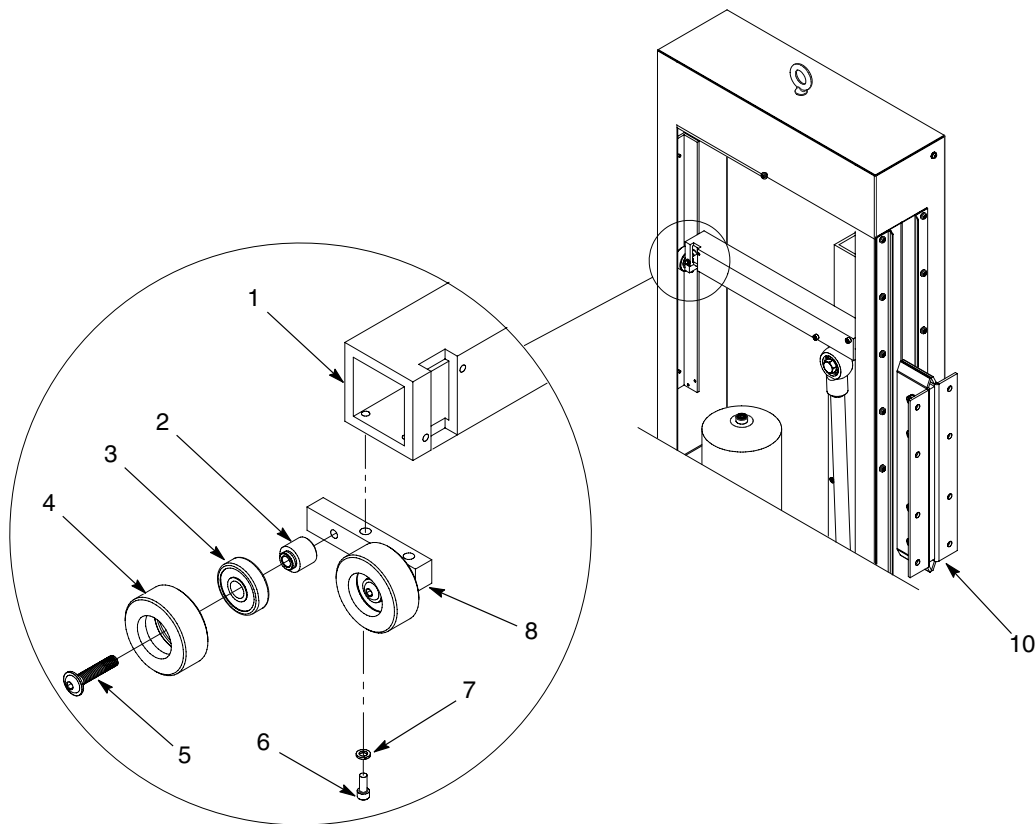

Figura 12 Ansamblul obișnuit al rozelor (este prezentată configurația VFD)
2. A se vedea Figura 12. Verificați dacă respectivul cărucior al pistolului (10) se află în poziția cursei în jos.
3. Demontați șuruburile (6) și șaibele de blocare (7) care fixează blocul rozelor (8) la bara stabilizatoare (1).
4. Demontați șurubul flanșei butonului (5) care fixează roata (4), lagărul (3) și puntea (2) la blocul rozelor (8). Eliminați doar roata și lagărul.
5. Montați noua roată (4), noul lagăr (3) și puntea (2) la blocul rozelor (8) cu ajutorul șurubului flanșei butonului (5). Strângeți bine șuruburile.
6. Montați blocul rozelor (8) la bara stabilizatoare (1) folosind șaibele de blocare (7) și șuruburile (6). Strângeți bine șuruburile.